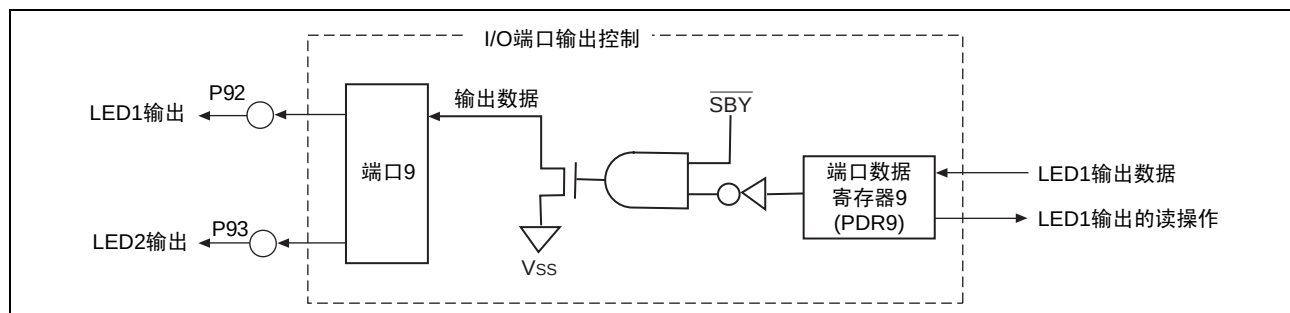

图 2 I/O 端口功能的框图
- (1) 本例子将连接到 I/O 端口的 LED 进行闪烁。
- (a) I/O 端口的框图如图 2 所示，以下说明 I/O 端口的框图：